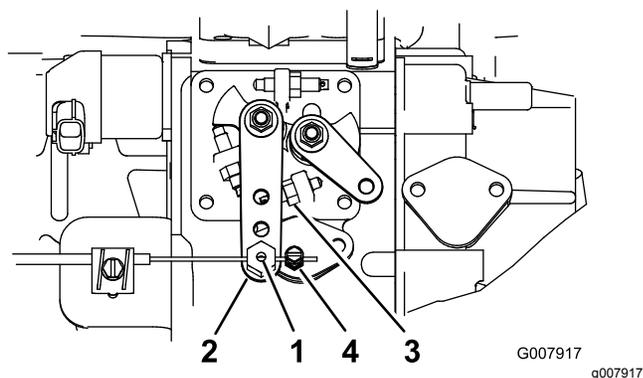

图52
2. 拧松油门拉线接头接头位于油门拉线上靠近喷射泵控制杆的地方图52。
3. 将喷射泵控制杆臂固定到高怠速限位螺栓图52上。